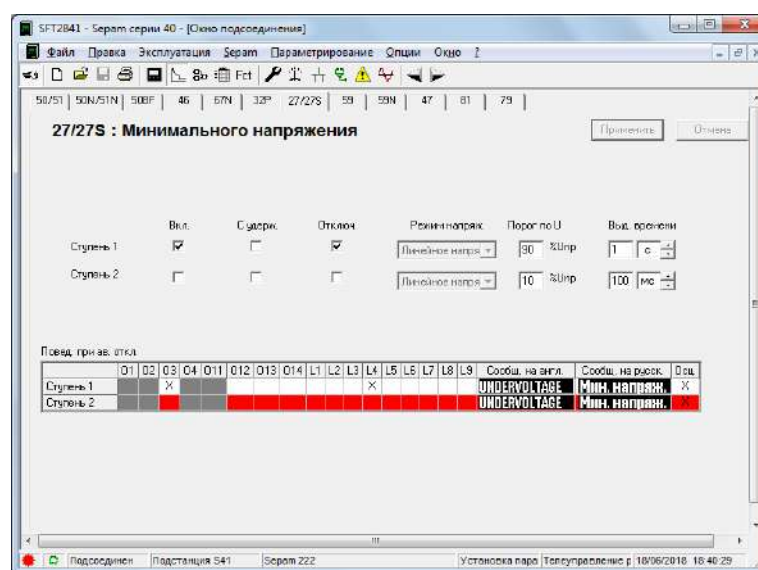

Рисунок 3.7 – Окно «27/27S Защита минимального напряжения»
10. На иконке панели инструментов расположены параметры уставок, на вкладке 27/27S расположены уставки защиты Минимального напряжения (рис. 3.7).